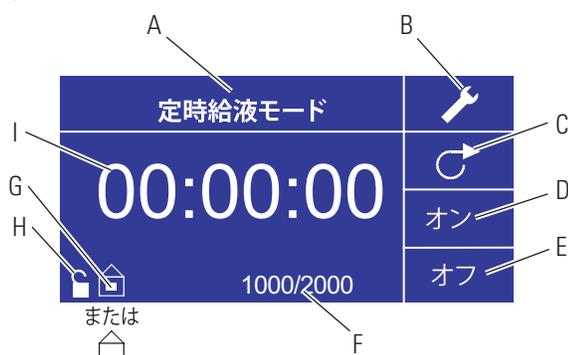

図 3-4. 定時給液モードスクリーン
- I. 時間表示：中央の桁は、ディスプレイの右側にハイライトされているONまたはOFF時間の、残り時間を示しています(図 3-4、位置 D または E)。
6. **ON時間設定**：ON時間を設定するには、方向パッドとENTERキーを使って、ONフィールドを選んでください (図3-4、位置D参照)。こうすると、スクリーン中央のタイマーがハイライトされます (図3-4、位置I参照)。ENTERをもう一度押して、UP/DOWN矢印でタイマーをセットします。LEFT/RIGHT矢印で、桁を切り替えます。ベストなON時間を選んだら、再びENTERを押して確定します。駆動部は、スクリーンの中央にでている時間だけ稼働します。
7. **OFF時間設定**：OFF時間を設定するには、方向パッドとENTERキーを使って、OFFフィールドを選んでください(図3-4、位置E参照)。こうすると、スクリーン中央のタイマーがハイライトされます(図3-4、位置I参照)。ENTERをもう一度押して、UP/DOWN矢印でタイマーをセットします。LEFT/RIGHT矢印で、桁を切り替えます。ベストなOFF時間を選んだら、再びENTERを押して確定します。駆動部は、スクリーンの中央にでている時間だけ停止します。**注**：OFF時間が00:00:00に設定されている場合、次の分注を開始するには、キーパッドまたはリモートI/OコネクタからのSTART/STOP入力が必要です。
8. **バッチサイズを選択**：選択されたON/OFF時間で駆動部を稼働させる前に、バッチサイズを選んでください。そうするには、方向パッドとENTERキーを使って、BATCHアイコンを選びます(図3-4、位置F参照)。バッチカウントスクリーンでENTERキーを押し、方向パッドのUP/DOWN矢印で希望するバッチサイズを選んでください。LEFT/RIGHT矢印で、桁を切り替えます。ENTERをもう一度押して、選んだバッチサイズを確定します。ゼロ(0)に設定されている場合、駆動部は無限のサイクルで稼働し、∞記号が表示されます。方向パッドでEXITを選び、定時給液操作スクリーンに戻ります。
10. **バッチの再設定**：バッチを再設定するには、方向パッドとENTERキーを使って、BATCHアイコンを選びます(図3-4、位置F参照)。バッチ数スクリーンで方向パッドを使ってRESETを選びENTERキーを押すとバッチ数が再設定され、EXITを選ぶとメインの定時給液モード操作スクリーンに戻ります。